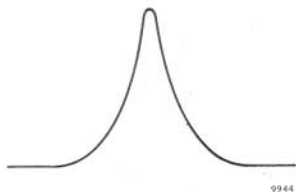

Fig. 15. M.F.-doorlaatkromme van een AM-ontvanger
4. Op het scherm van de oscillograaf verschijnt een doorlaatkromme met een vorm als in fig. 15 weergegeven.